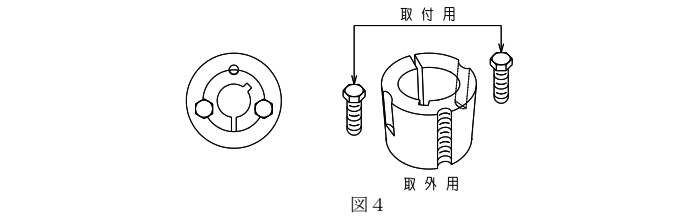

図4
- ・ブッシュ,テーパーロック及びハブASSYのテーパー部を清浄にし、油や埃を取除いてください。ブッシュ,テーパーロックをハブASSYに挿入し、ボルト,6カクにより仮締めしてください。(図4参照)ブッシュ,テーパーロックを締付けたときは、ボルト,6カクのねじ部にロックタイトを少量塗り、ねじ穴にねじ込み、交互に少しずつ均等に締めてください。ボルト,6カクを締付けた後、傷がつかないようにブロックあるいはスリーブを当てて、ブッシュ,テーパーロックの径の大きい方の端を木ハンマで叩いてください。そうすると、再びボルトを指定の締付けトルクでねじ込むことができます。木ハンマで叩いてもボルトが表1の締付けトルクで回らなくなるまで繰返してください。(PB-500/IMP)
- ・ブッシュ,テーパーロック及びハブASSYのテーパー部を清浄し、油や埃を取除いてください。ブッシュ,テーパーロックをハブ、アーマチュアに挿入し、ボルト,6カクにより仮締めしてください。(図4参照)ブッシュ,テーパーロックを締付けたときは、ボルト,6カクのねじ部にロックタイトを少量塗り、ねじ穴にねじ込み、交互に少しずつ均等に締めてください。ボルト,6カクを締付けた後、傷がつかないようにブロックあるいはスリーブを当てて、ブッシュ,テーパーロックの径の大きい方の端を木ハンマで叩いてください。そうすると、再びボルトを指定の締付けトルクでねじ込むことができます。木ハンマで叩いてもボルトが表1の締付けトルクで回らなくなるまで繰返してください。